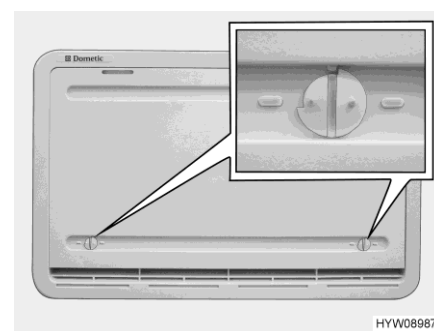

Fig. 204 Copertura invernale (griglia di aerazione del frigorifero)
Le coperture invernali (Fig. 204) proteggono il gruppo frigorifero dall'aria fredda. Posizionare le coperture invernali davanti a entrambe le griglie di aerazione del frigorifero quando la temperatura esterna scende al di sotto di +10 °C (sia per funzionamento elettrico che a gas).
- Aprire entrambi i bloccaggi (Fig. 204), la scanalatura risulterà orizzontale.